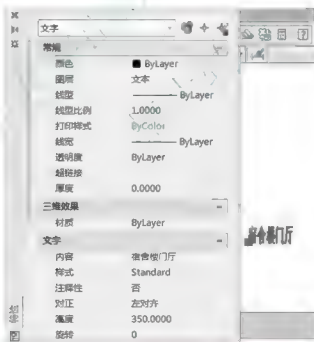

图 3.15 利用【对象特征管理器】修改文字
(1) 执行菜单栏中的【修改】|【特性】命令，或单击【标注】工具栏上的  图标（快捷键 PR），打开【对象特征管理器】。
(2) 在无命令的状态下单击选择“宿舍楼门厅”，此时【对象特征管理器】内左上方下拉列表框内出现【文字】选项，并且在【对象特征管理器】中罗列出单行文字“宿舍楼门厅”的特性描述，如图 3.15 所示，包括【样式】、【高度】、【内容】等，在这里可对其所有特性进行修改。